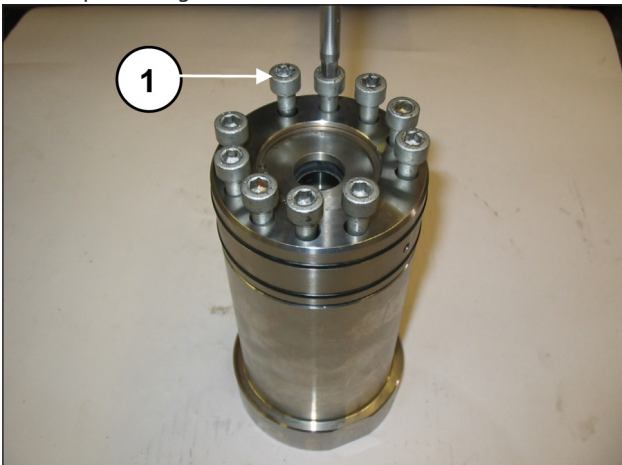
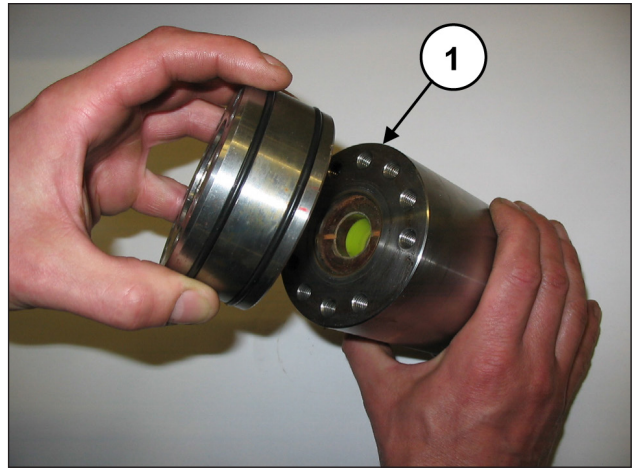

Fig. 124
Fig. 125
Remova os parafusos M8x50 de fixação do suporte da camisa (pos. ①, Fig. 124) e proceda com a separação do suporte da camisa (pos. ①, Fig. 125).